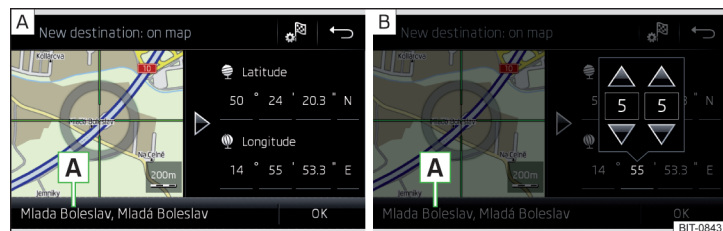

Fig. 170 Introducir destino: a través del punto del mapa / con ayuda de las coordenadas GPS
- Por el toque de la pantalla desplazar el destino deseado en la cruz reticular » fig. 170 - .
- Pulsar la superficie funcional con el valor deseado de las coordenadas GPS para la anchura gráfica  y la longitud gráfica  » fig. 170 - .
Si están disponibles informaciones sobre el punto introducido en los datos de navegación del Infotainment, entonces serán visualizadas en vez de las coordenadas GPS (p.ej. dirección  » fig. 170).